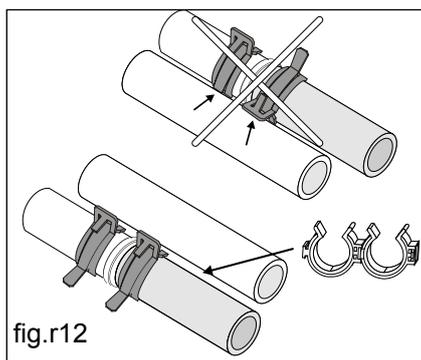

fig.r12
- evitare contatti tra le fascette e i tubi adiacenti (fig r12);